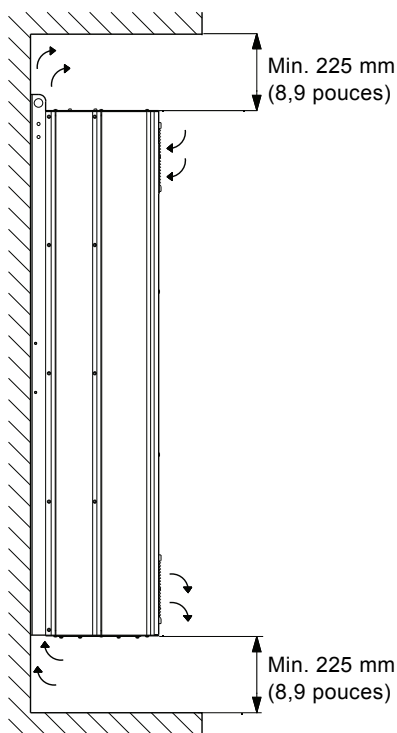

Fig. 4 Direction du flux d'air et dégagement requis pour le refroidissement
- Espace suffisant au-dessus et au-dessous du CUE pour le flux d'air et le branchement de câble. Voir fig. 4.